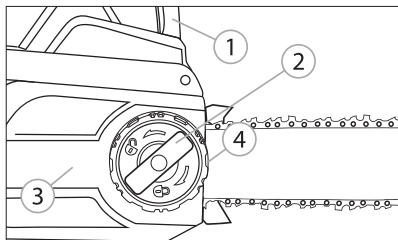

Рис. 4
2. Потяните щиток цепного тормоза 1 (рис. 4) на себя до щелчка. Ослабьте цепь, вращая внешнее кольцо натяжителя 4 (рис. 4) против часовой стрелки, открутите фиксатор 2 (рис. 4) и снимите защитный кожух 3 (рис. 4).
6. Установите крышку 3 (рис. 4), точно совместив все шлицы. Натяните цепь с помощью механизма натяжения 4 (рис. 4), вращая внешнее кольцо по часовой стрелке. Крепко зафиксируйте крышку с помощью фиксатора 2 (рис. 4). Убедитесь в надежности соединения и правильности установки цепи.